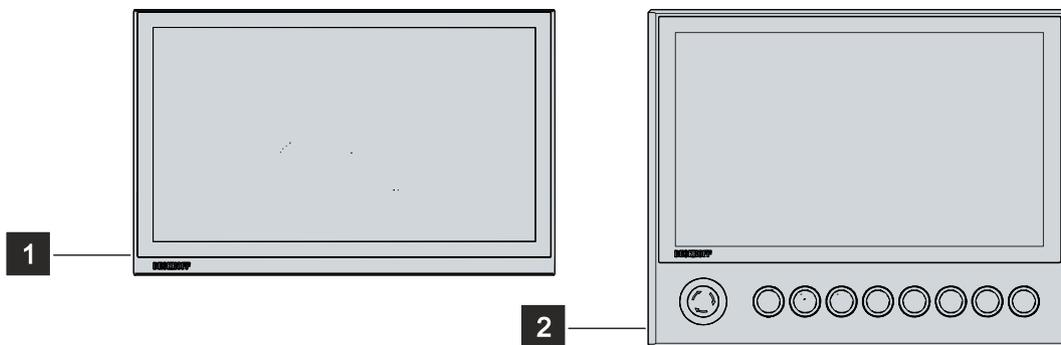

Abb. 1: Ohne und mit Tastererweiterung
Erläuterungen zur Tastererweiterung und den Funktionen erhalten Sie im Handbuch zur C9900-G0xx. Abbildung 1 stellt beispielhaft einen Panel-PC ohne (1) und mit (2) Tastererweiterung gegenüber.